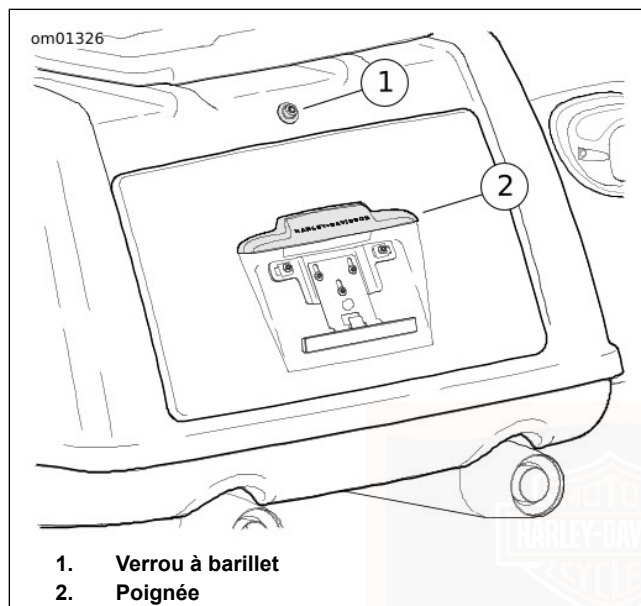

Figure 17. Coffre
2. Voir Figure 17. Enfoncer le verrou à barillet pour déverrouiller la porte. Tirer la poignée pour ouvrir la porte du coffre.